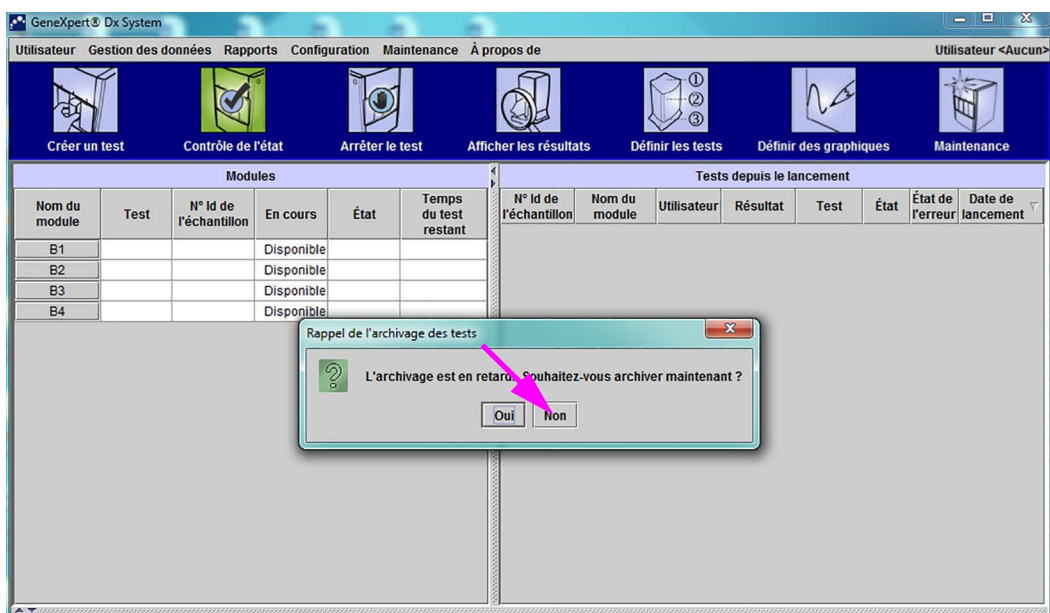
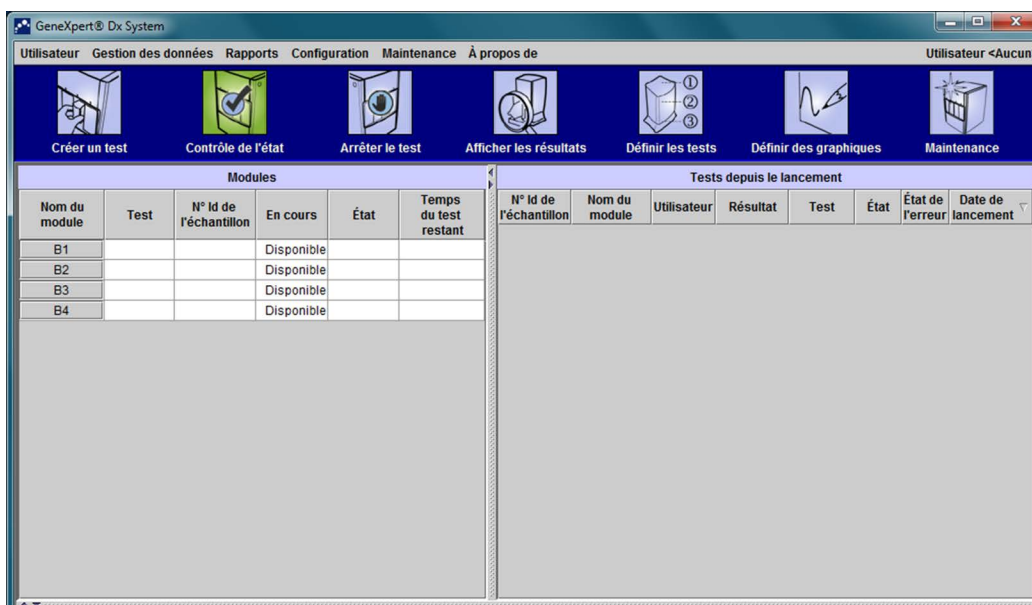

Figure 2-54. Fenêtre du système GeneXpert Dx avec la boîte de dialogue Rappel de l'archivage des tests affichée
Figure 2-55. Fenêtre GeneXpert Dx System
3. Cliquez sur **NON** dans la boîte de dialogue Rappel de l'archivage des tests (voir la Figure 2-54). L'écran du système GeneXpert Dx s'affiche (voir la Figure 2-55).
Il est nécessaire de définir l'administrateur et les autres utilisateurs du GeneXpert Dx System avant de commencer à utiliser le logiciel GeneXpert Dx system. Toutes les fonctions de l'administrateur sont accessibles à partir du menu Configuration dans la fenêtre GeneXpert Dx System. Voir Figure 2-55.